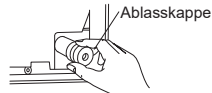

Fig. 1
- Der Ablaufschlauch sollte nach unten gerichtet sein, um ein gutes Abfließen sicherzustellen. (Fig. 1)
- 1) Fassen Sie die Kältemittelleitungen und den Ablaufschlauch zusammen und umwickeln Sie sie anschließend vom Ende her mit Filzband (4). Die Überlappung des Filzbandes (4) sollte ein Drittel der Bandbreite betragen. Bringen Sie eine Bandsicherung am Ende des Filzbandes (4) an.
- 2) Ziehen Sie die Ablasskappe rechts hinten von dem Innengerät heraus. (Fig. 1)